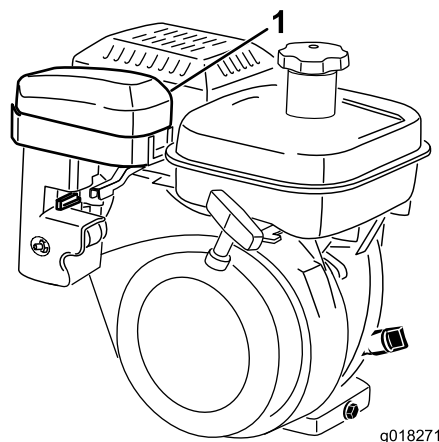
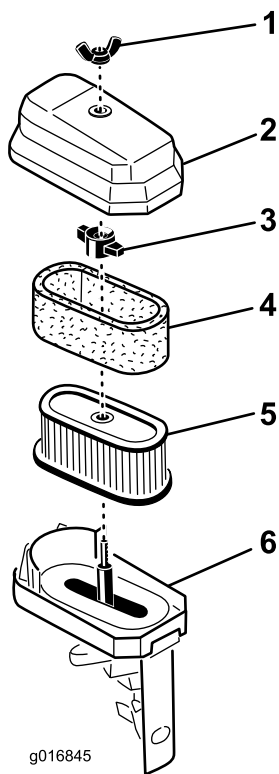

Figura 33
Figura 34
2. Togliete il dado ad alette che fissa il relativo coperchio al filtro dell'aria e rimuovete il coperchio. Pulite accuratamente il coperchio (Figura 33 e Figura 34).
3. Se l'elemento in schiuma sintetica è sporco, rimuovetelo dall'elemento di carta (Figura 34). e pulitelo accuratamente.